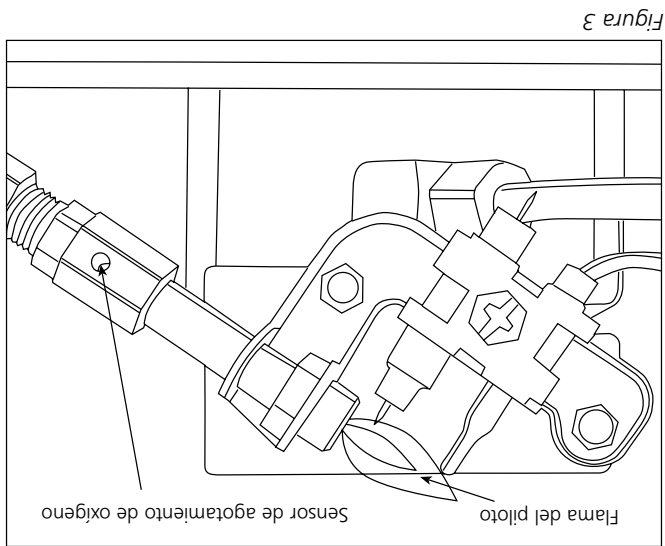

Figura 3
La llama rodeará la termocupla justo debajo de la punta, ver Figura 3. Una llama levemente amarilla puede ocurrir cuando la llama del piloto y la llama del quemador principal se encuentran. El o los quemadores deberían ser anaranjados brillantes (con un leve color azul alrededor del borde y una bruma roja-anaranjada visible en el azulaje de cerámica es aceptable) y sin una llama muy notable. Una llama azul que sobresale de la parte superior del azulaje de cerámica indica la acumulación de polvo, pelusas o telarañas dentro del ensamblaje de la carcasa y del quemador principal. Si el piloto es amarillo o el quemador tiene una llama notable, es posible que sea necesaria una limpieza. Utilice los siguientes procedimientos para inspeccionar el ensamblaje de la carcasa y del quemador principal. Es necesario revisar periódicamente el orificio del o los quemadores y el tubo venturi del quemador para asegurarse de que están libres de insectos, nidios o telarañas que pueden acumularse con el tiempo. Un tubo obstruido puede generar un incendio.
- 4 Retire los cuatro (4) tornillos que fijan la cubierta posterior del calentador. Levante levemente para retirar los (2) ganchos plásticos en la parte superior de la cubierta posterior.
- 6 Retire los tres (3) tornillos que fijan la parte inferior de la campana extractora para dejar expuestas las aberturas de aire de los quemadores.
- 8 Inspeccione y limpie el orificio principal del quemador ubicado en la parte inferior del tubo venturi del quemador, con una aspiradora o con aire a presión a través de los orificios en Inspeccione y limpie el piloto (montado en el soporte) con una aspiradora o con aire a presión a través de los orificios en el piloto, los cuales se indican con flechas en la Figura 3.